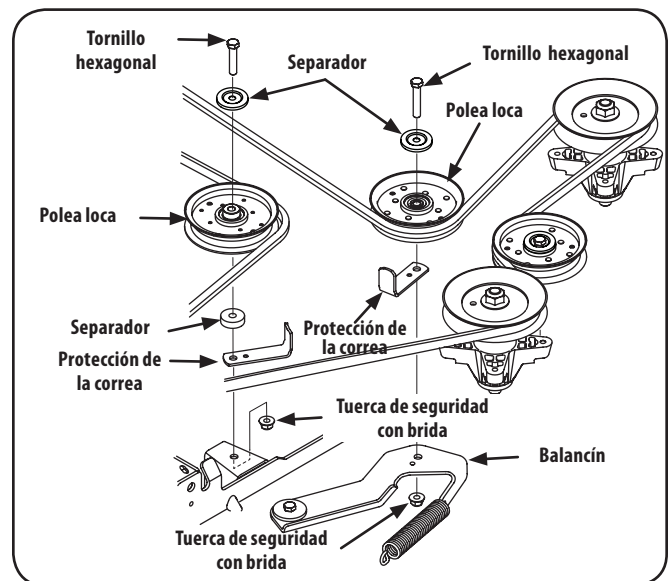

Figura 7-13
- Extraiga las dos poleas locas, para lo cual debe retirar los tornillos de cabeza hexagonal y las tuercas de seguridad con brida que las sujetan a la plataforma y el brazo de polea loca. Consulte la Figura 7-13. No afloje ningún elemento de ferretería al sacar el tornillo de cabeza hexagonal y la tuerca de seguridad con brida.
- Coloque la correa alrededor de las poleas locas que extrajo en el paso 3 con el lado en "V" orientado hacia adentro. Una vez que todo esté en su lugar, vuelva a colocar los elementos de ferretería y ajuste la tuerca de seguridad con brida para sujetar el conjunto. Consulte la Figura 7-13.